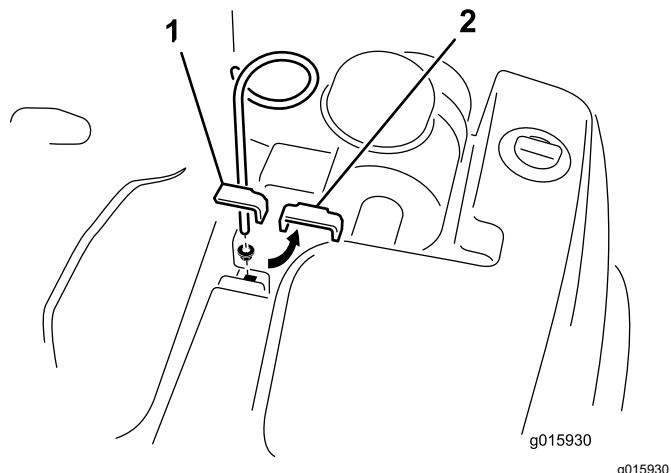

图 6
- 拆下将顶部液压油箱夹具固定到机架上的螺栓、垫圈和螺母图 6。
**注意** 如图 6 所示调整软管导向架的位置。